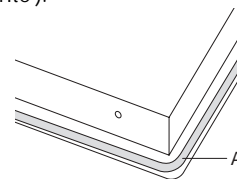

Fig. 15 : Bande d'étanchéité
2. Enlevez la feuille de protection de la bande d'étanchéité (A) et collez la bande le plus possible à l'extérieur, sur la partie inférieure de la glace (voir fig. 15).